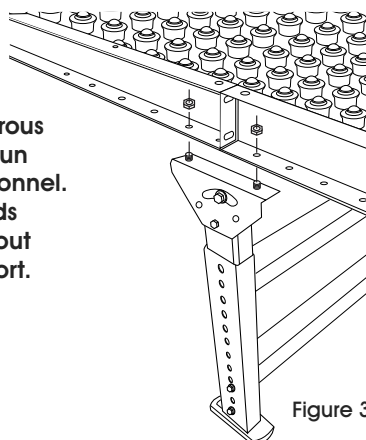

Figure 3
**Boulonner un support en H à deux cadres de table :** Positionnez le support en H à la jonction des deux cadres de table tout en alignant un trou de chaque table avec celui-ci. Fixez le support en H aux tables à l'aide de boulons. (Voir Figure 3)